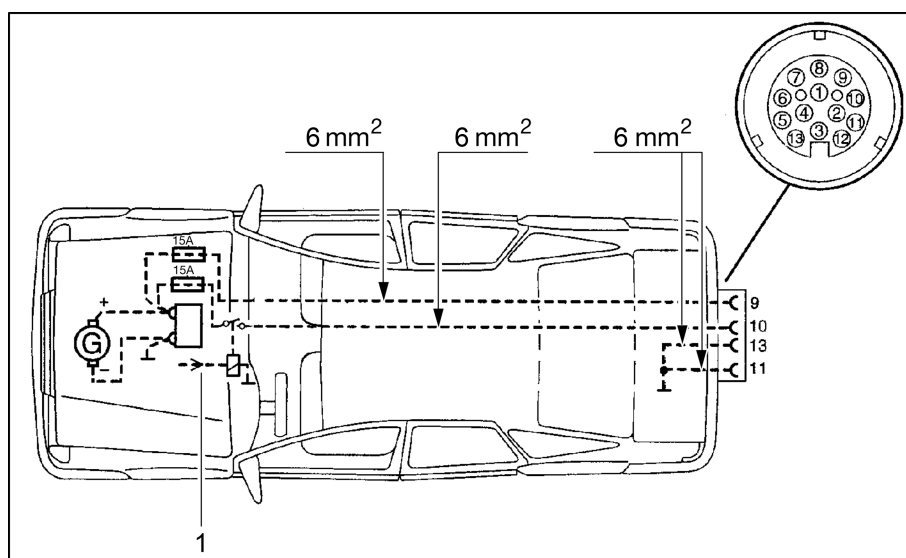

Fig. 100 Schema di installazione per veicolo trainante
- ▷ Attrezzare la motrice con le sezioni di cavo relative e con un relai per l'alimentazione elettrica (comandata tramite accensione) (vedi Fig. 100).